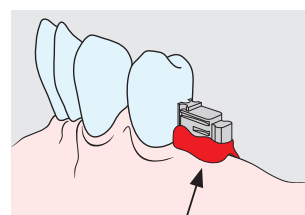

Fig. 3
6. Comblers les zones en contre-dépouille de la glissière avec de la cire molle (Fig. 3).
6. Comblér les zones en contre-dépouille de la glissière avec de la cire molle (Fig. 3).